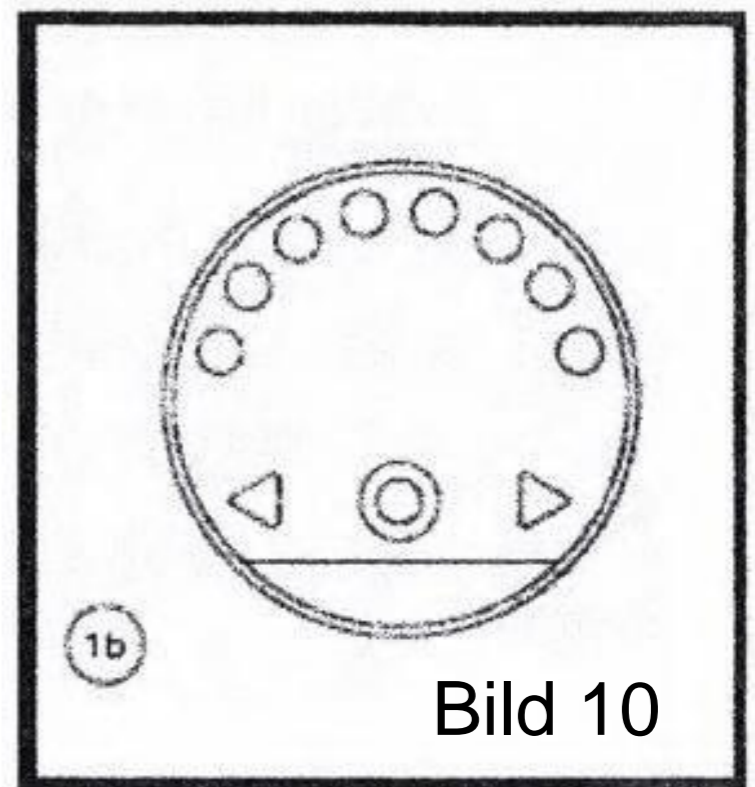

Bild 10
- Die Batterieanzeige befindet sich an der Konsole. Grün zeigt an, dass die Batterie vollständig geladen ist, gelb zeigt an, dass die Leistung niedrig ist und nachgeladen werden muss, und rot zeigt an, dass die Leistung fast leer ist und sofort aufgeladen werden muss (Bild 10).